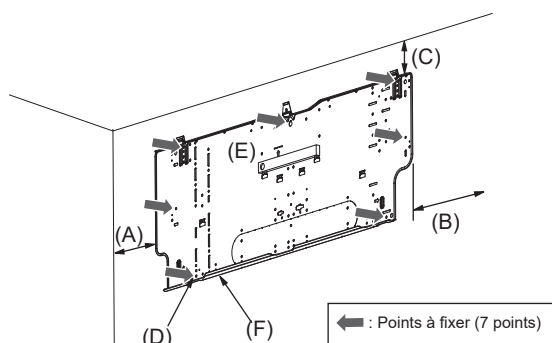

Fig. 3-4
3.2.3. Installation du panneau de montage (Fig. 3-4)